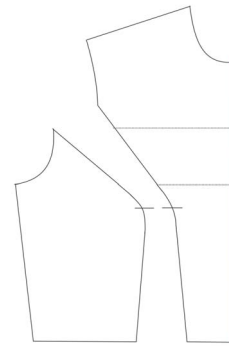

Рис. 1С
- для перемещения нагрудной вытачки в пройму проведите линию к новому месту вытачки (зеленая линия на рис. 1А) и разрежьте выкройку по намеченной линии;